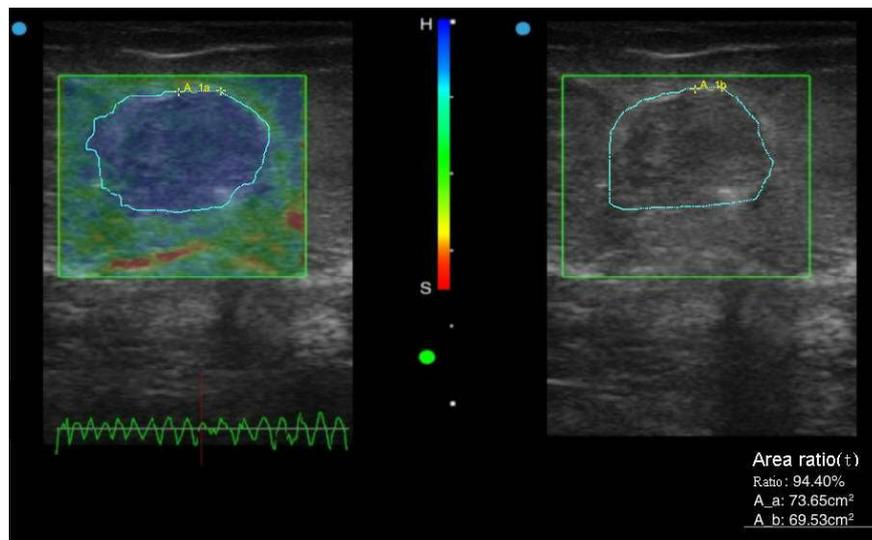

Fig. D-6 Elastografia Area ratio Measurement
- 6) Mova o cursor para a área da lesão na imagem do modo B e desenhe a área da área da lesão pelo método acima, conforme mostrado na Fig. D-6.